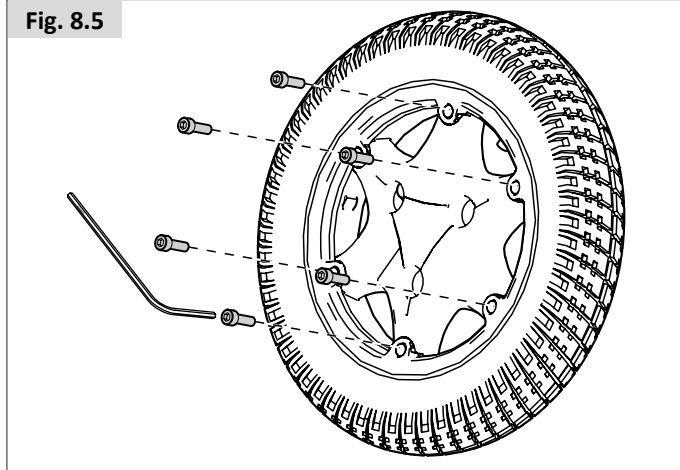

Fig. 8.6
- Ta ut den innvendige felgen (Fig. 8.6).